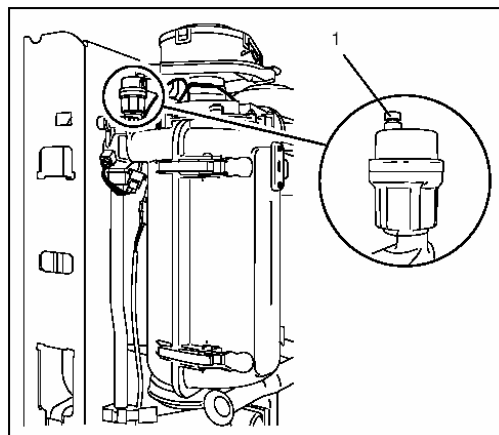

fig. 14 Automatisk utluftning
Gaspannan **Milton SmartLine HR24** är utrustad med automatluftare (se fig. 14), som luftar ur pannan. I vissa situationer kan det vara nödvändigt med extra utluftning utöver utluftningen på radiatorerna.
- Automatluftaren överst till vänster (fig.14, pos.1) lossnas ett varv.